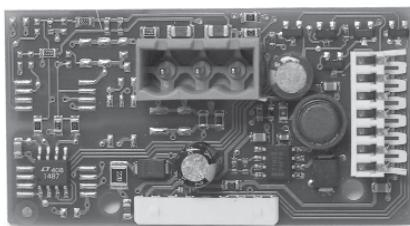

Fig. 1
En referencia a las Figs. 1 a 4, la conexión al PCO3 se obtiene siguiendo este procedimiento:
1. con un destornillador quitar la tapa "serial card" del controlador electrónico (véase la Fig. 1);